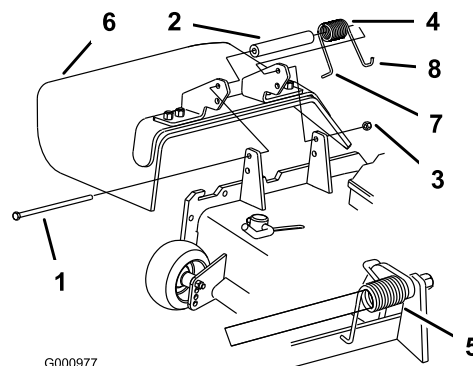

Figura 85
1. Togliete il dado di bloccaggio, il bullone, la molla e il distanziale che fissano il deflettore alle staffe orientabili del tosaerba (Figura 85). Togliete il deflettore dell'erba tagliata se è danneggiato o consumato.
Nota: Prima di montare il bullone, come riportato nella Figura 85, verificate che l'estremità diritta della molla sia inserita dietro il bordo della scocca.
3. Montate il bullone e il dado. Infilate l'estremità a gancio J della molla attorno al deflettore dello sfalcio (Figura 85).